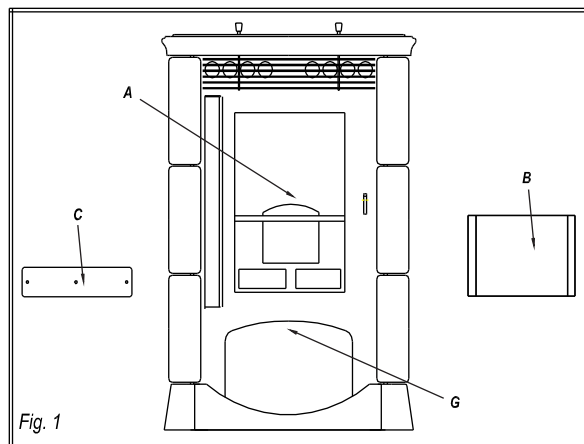

Fig. 1
Prima di ogni intervento assicurarsi che l'apparecchio sia in fase di OFF e scollegarlo dall'alimentazione elettrica agendo sull'interruttore 0-1 presente sul retro della stufa posizionandolo su 0. Nel caso siano presenti più stufe in locali molto vicini (oppure apparecchi funzionanti a radiofrequenza) può darsi sia necessario impostare codici differenti di trasmissione. La variazione di codifica deve essere fatta sia nella scheda madre inserita nella stufa (vedi figure 1, 3), e sia nel radiocomando (vedi figura 2). Per accedere alla scheda è necessario, dopo avere tolto alimentazione alla stufa agendo sull'interruttore 0-1 presente sul retro della stessa, togliere il supporto lamiera verniciata (vedi figura 3) svitando l'unica vite ivi presente. E' necessario che i codici siano identici e allo scopo potete usare come riferimento i numeri segnati sui microinteruttori. Impostare dapprima il nuovo codice sulla scheda madre. In seguito impostare il nuovo codice sul radiocomando e poi, dopo avere ridato alimentazione alla stufa portando l'interruttore posteriore su 1, fare un **AGGIORNAMENTO DATI** forzato premendo ripetutamente il tasto (19) posto sul retro del radiocomando finché non appare la scritta **ANALISI DATI**: all'apparire della dicitura tenere premuto per 5 secondi il tasto (19) rilasciandolo successivamente. Questa procedura permette un reset completo dei codici di trasmissione.
**OGNI 5 GIORNI** pulire la griglia aria ambiente **G** (vedi fig.1).
Togliere il "coperchio batterie" estendendolo come indicato in Fig. 1